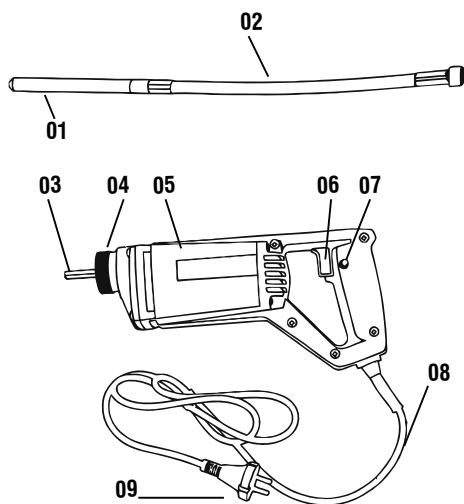
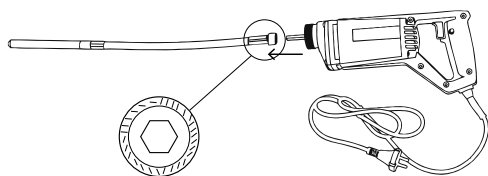
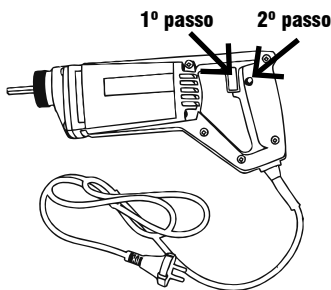

Fig. 1 – Componentes
Fig. 2 – Encaixe do mangote no eixo sextavado
Fig. 4 – Acionamento do gatilho
1. Insira a conexão do mangote (peça 02, Fig. 1) no eixo sextavado do motor, conforme a Fig. 2;
2. Rosqueie a capa externa do mangote na rosca do corpo da ferramenta (peça 4, Fig. 1)
5. Para ligar o vibrador, pressione o interruptor de acionamento (peça 06, Fig. 1). Se precisar deixar o vibrador ligado por um longo período, basta pressionar o botão trava (peça 07, Fig. 1). Com este procedimento é possível manter a máquina ligada sem a necessidade de ficar pressionando o gatilho, conforme Fig. 4. Para desligar, basta pressionar o interruptor novamente;